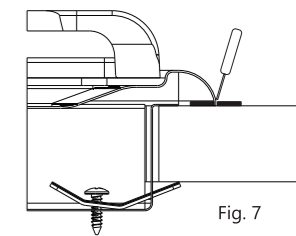

Fig. 7
- × Colocar el cordón sellador (ver Fig. 7) sobre la mesada de manera que el mismo quede aproximadamente centrado con la marca de la plancha.